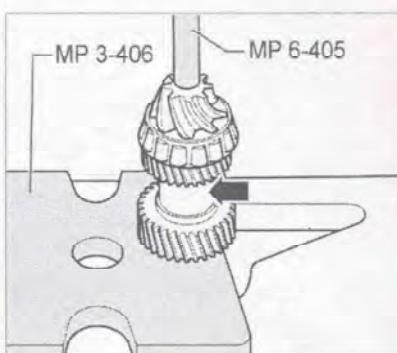

Рис. 7.275. Напрессуйте шестерню 3-й передачи на вал с помощью специального инструмента.
15. Напрессуйте шестерню 3-й передачи на вал с помощью специального инструмента (рис. 7.275). Буртик шестерни должен быть направлен в сторону шестерни 4-й передачи.